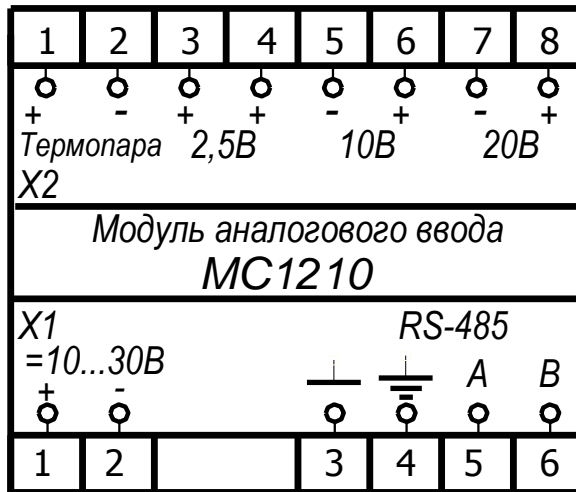

Рисунок 4 – Схема подключения MC1210
- внешние соединения следует выполнять согласно схемам подключения, рисунок 4.